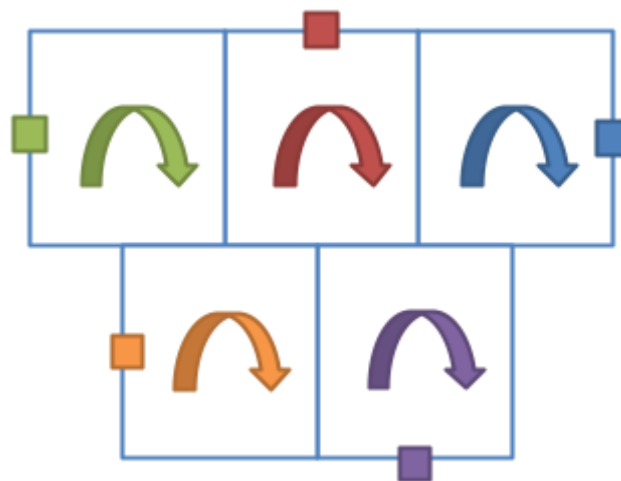
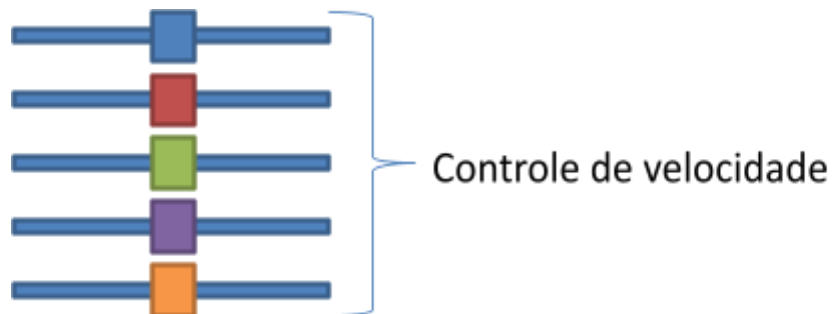

Figura 1 - Malha ferrovi ria
Figura 3 - Controle de velocidade
- 5) Ter a tela principal do executável como a composição da *Figura 1* e *Figura 3*;